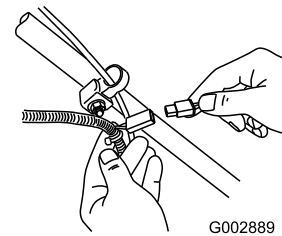

Figure 34
1. Branchez le chargeur au faisceau de câblage de la tondeuse situé sous la clé de contact (Figure 34).